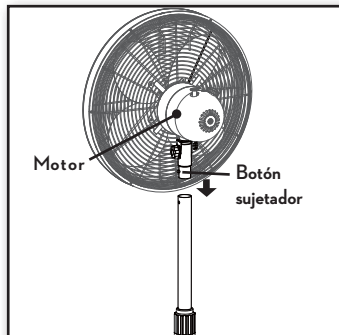

Figura 10
1. Presione los botones sujetadores hacia adentro completamente mientras que desliza el tubo desde el conjunto de alojamiento del motor hacia el tubo interior hasta que los botones sujetadores aparezcan a través del orificio en el tubo interno. Figura 10.